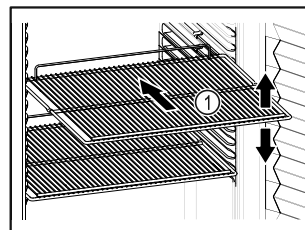

Fig. 50 Beispielhafte Darstellung
- Wenn Abstellroste Fig. 50 (1) versetzbar sind, je nach Höhe anpassen.